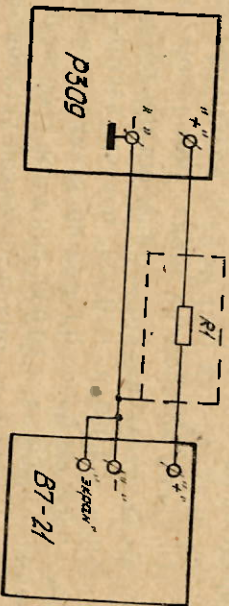
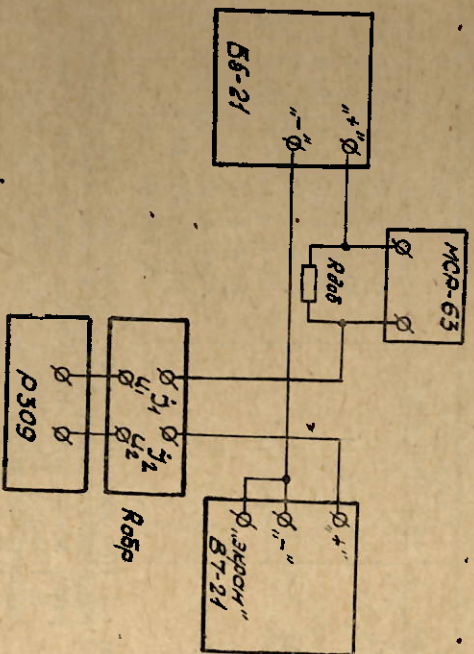
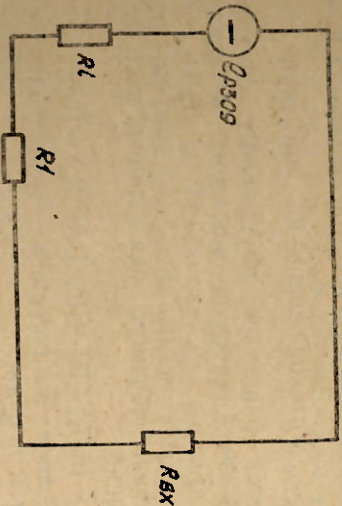

Рис. 11. Структурная схема для определения погрешности измерения силы постоянного тока на пределах измерения «100 пА», «1 мА», «10 мА».
Рис. 12. Структурная схема для определения погрешности измерения силы постоянного тока на пределах измерения «100 мкА», «1 мА», «10 мА», «100 мА», «1 А», «5 А».
Рис. 13. Эквивалентная схема измерения силы постоянного тока на пределах измерения «100 пА», «1 мА», «10 мА».
12. 7. 3. Определеение погрешности производите при помощи средств поверки, которые соединяются согласно структурных схем приведенных на рис. 11, для пределов измерения «100 пА», «1 мА», «10 мА» и на рис. 12 — для пределов измерения «100 мкА», «1 мА», «10 мА», «100 мА», «1 А», «5 А». Величины сопротивлений добавочного резистора R1 для рис. 11 приведены в табл. 16, а необходимые данные для рис. 12 приведены в табл. 17.
12.7.6. Определение коэффициента сопротивления цепи «а» для пределов измерения «100 пА», «1 мА», «10 мА» производится следующим образом. Составим для структурной схемы (рис. 11) эквивалентную схему с учетом всех сопротивлений цепи (рис. 13).